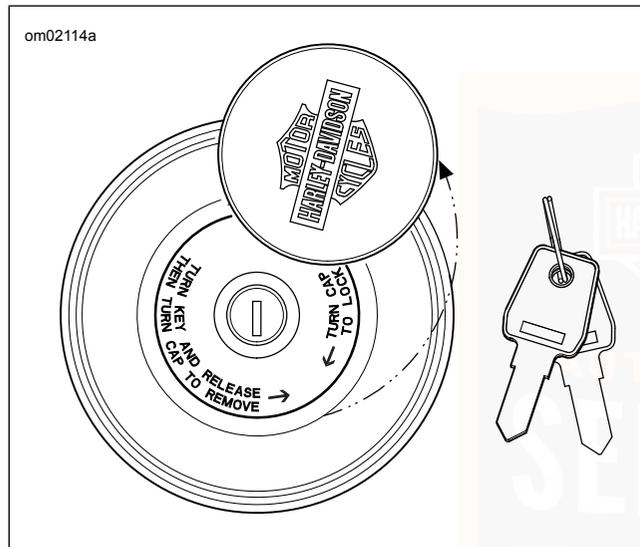

Abbildung 28. Verriegeln des Kraftstofftankdeckels
1. Siehe Abbildung 28. Die Schlossabdeckung drehen, um das Schloss freizulegen.
1. Siehe Abbildung 28. Den Schlüssel in das Gabelschloss einführen.